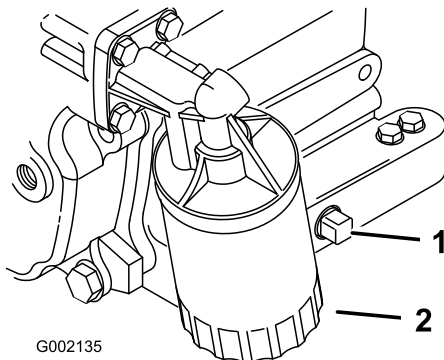

Bild 35
5. Entfernen Sie die Ablassschraube (Bild 35) und lassen Sie das Öl in die Auffangwanne ab. Schrauben Sie die Ablassschraube wieder ein, nachdem das Öl abgelassen ist.
2. Entfernen Sie den vorhandenen Ölfilter (Bild 35).